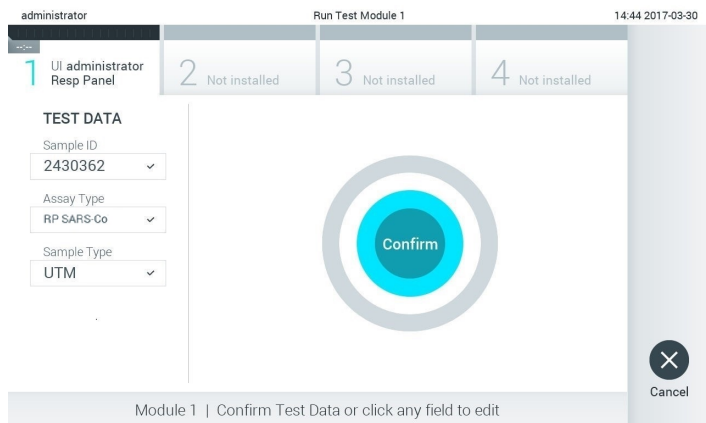

Рис. 27. Подтверждение введенных данных.
18. Когда все отображаемые данные будут верны, нажмите **Confirm** (Подтвердить). При необходимости выберите нужное поле и отредактируйте его содержимое или нажмите **Cancel** (Отмена), чтобы отменить анализ (рис. 27).